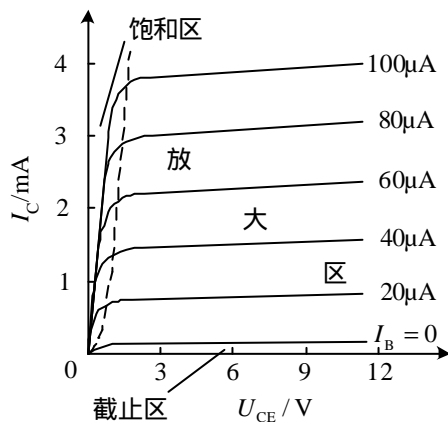

图 1-24 BJT 的输出特性曲线
**(2) 输出特性曲线** 在共发射极电路中, 输出信号从集电极取出, 因此把集电极、发射极和电源  $U_{CC}$  组成的回路称为输出回路。输出特性曲线是指当基极电流  $I_B$  为常数时, 输出回路中集电极电流  $I_C$  与集—射极电压  $U_{CE}$  之间的关系曲线  $I_C = f(U_{CE})$ 。对于不同的  $I_B$ , 可得出不同的曲线, 所以 BJT 的输出特性曲线是一组曲线。如图 1-24 所示。
通常把 BJT 的输出特性曲线分为三个工作区 (见图 1-24)。